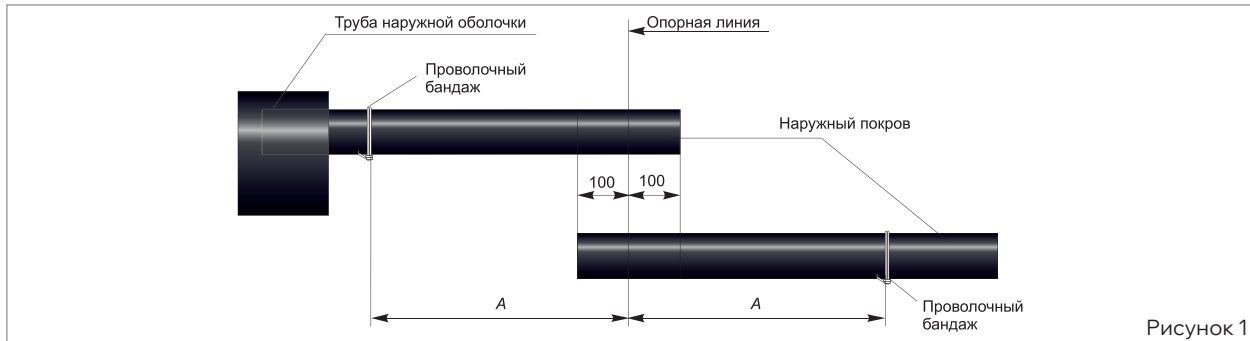

Рисунок 1
- Установить соединяемые концы кабелей в приспособлении для монтажа соединительных муфт внахлест на не менее 100 мм от опорной линии (рис. 1), закрепить их.
- На п/э рукав надеть трубу наружной оболочки (рис. 1).